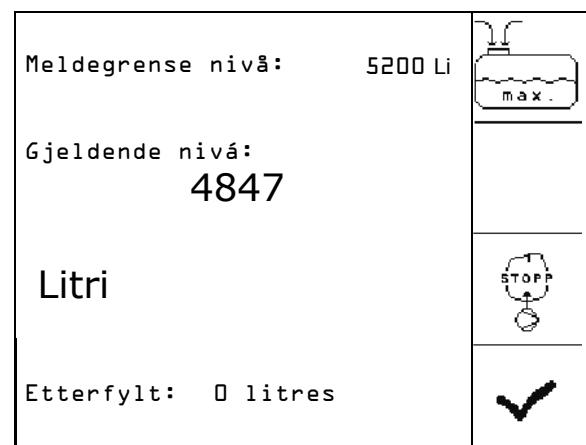

Fig. 70
1. Åpne menyen Påfylling (Fig. 70).